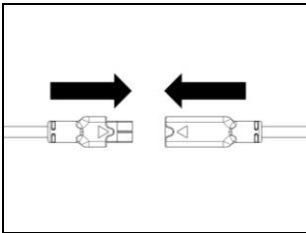

Abb. 31
- Schließen Sie die Batterie in Einhaltung der Pfeilrichtung an den Kabelsatz an (Abb. 31).